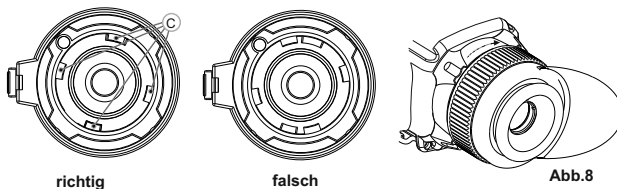

Abb.8
- Vor der Montage des Okulars vergewissern Sie sich, dass die oberen Vorsprünge (C) mit den unteren gelben Vorsprüngen zusammenfallen. (Abb.8).
- Setzen Sie das Okular ins Gehäuse des Gerätes, drehen Sie den Haltering (5) des Okulars im Uhrzeigersinn.